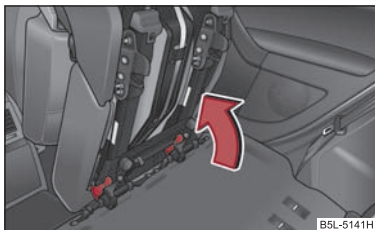

Fig. 71 Bloqueo del asiento
- Bloquear el asiento al final de la guía ⇒ fig. 71. ■
- Si el asiento está desmontado, póngalo primero sobre la guía y bloquee el asiento ⇒ fig. 71. Tire de él para asegurarse de que el asiento está correctamente bloqueado.